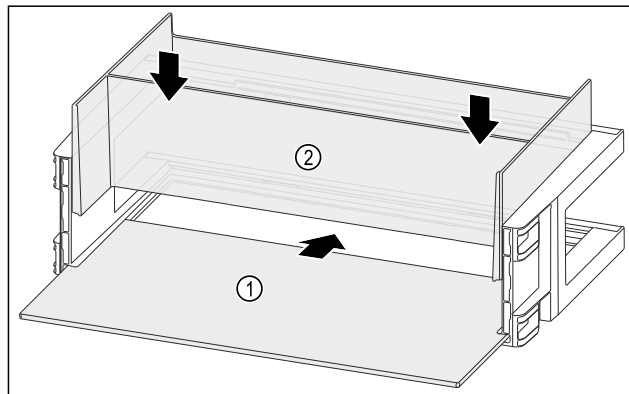

Fig. 143
- Insérer la tablette de rangement Fig. 143 (1) dans les évidements latéraux.
- Installer l'Organizer Fig. 143 (2).